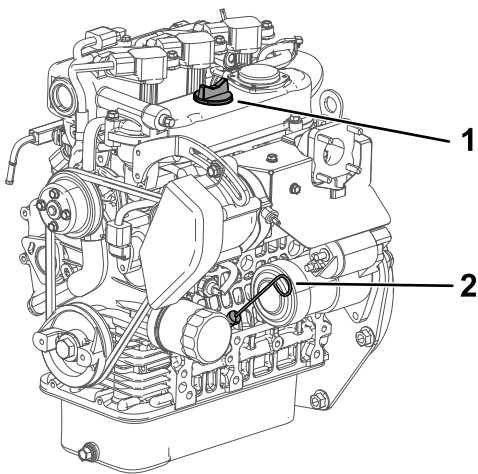

Figura 34
4. Retire la varilla y límpiela con un paño limpio (Figura 34).
5. Introduzca la varilla en el tubo asegurándose de que quede bien asentada (Figura 34).
6. Retire la varilla y compruebe el nivel de aceite (Figura 34).
7. Si el nivel de aceite es bajo, retire el tapón de llenado (Figura 34) y añada suficiente aceite para elevar el nivel a la marca Lleno de la varilla.
8. Coloque la varilla firmemente (Figura 34).